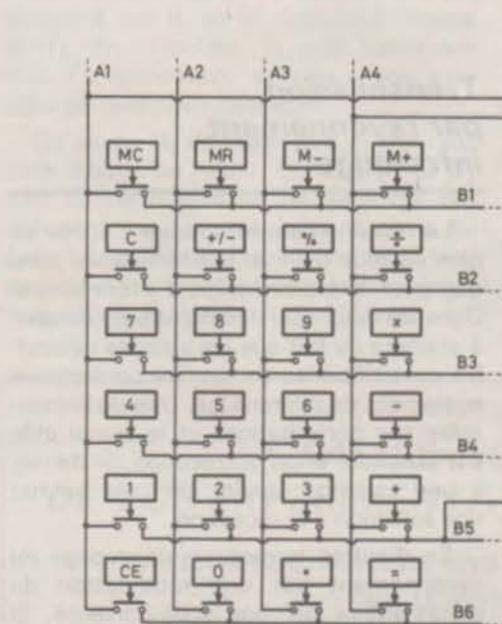
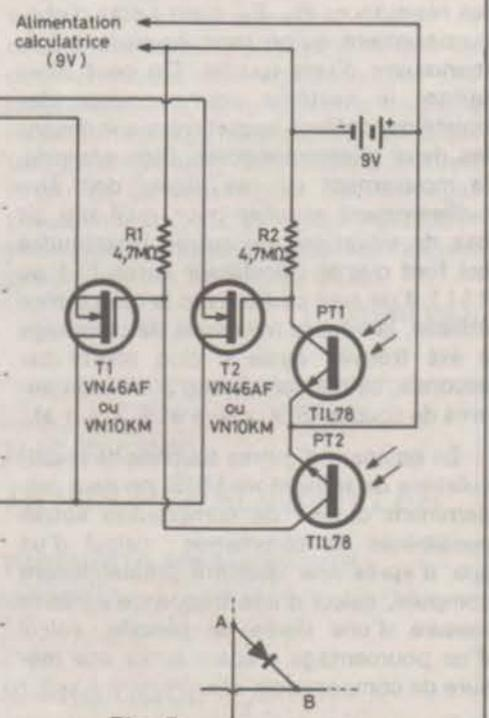

Fig. 8.
Fig. 9.
**figure 8.** Ce circuit se trouve relié au reste de la calculatrice par 10 fils, soit 4 fils de colonnes, A1 à A4, et 6 fils de lignes, B1 à B6.
Il n'est pas toujours facile de suivre les liaisons sur la platine des touches, mais on peut se rendre compte de l'identité des connexions à l'entrée de cette platine, quand on observe les résultats qui sont consécutifs à une liaison, par un morceau de fil, entre deux de ces connexions. Par exemple, on relie une connexion qu'on suppose du type « colonne » à une qui semble appartenir au groupe des « lignes ». et on voit que le chiffre « 5 » entre en affichage. On sait alors qu'on a relié A2 avec B4. En continuant ainsi, on arrive peu à peu à identifier toutes les connexions, même si elles sont plus nombreuses ou disposées autrement que dans la figure 8.
Le schéma de la figure 8 montre que deux transistors MOS se trouvent connectés respectivement sur les touches « 1 » et « + ». Il est facile de deviner qu'il s'agit d'une application du type comptage. Dans les circuits de gate de T1 et T2, on trouve deux phototransistors, PT1 et PT2, et qui sont montés de façon que l'éclairage de l'un de ces phototransistors soit équivalent à la manœuvre de la touche correspondante.
au transistor MOS, il paraît plus important de signaler qu'une calculatrice alimentée sous 9 V, comme celle de la figure 8, s'y trouve particulièrement bien adaptée. Cela n'empêche qu'un fonctionnement avec deux sources d'alimentation est également possible, une de 3 V, par exemple, pour la calculatrice, et une de 6 ou 9 V pour le circuit de commande des transistors. Comme c'est le négatif qui doit être commun aux deux sources, on peut obtenir, par exemple, 9 V pour le circuit de commande en ajoutant 6 V aux 3 V de la calculatrice.
Dans la figure 8, T1 et T2 se trouvent connectés avec leurs sources sur des fils « colonne » (A), et avec leurs drains sur des fils « ligne » (B). Dans le cas de la calculatrice utilisée, le sens contraire n'était pas possible, car il y avait alors conduction permanente par la diode de substrat. Bien entendu, il n'en sera pas nécessairement ainsi pour toute calculatrice du commerce. Pour s'en rendre compte, il suffit de connecter brièvement une diode (1 N 4148 ou similaire) entre un fil « colonne » et un fil « ligne », par exemple entre A3 et B3, ce qui correspond au chiffre 9 dans la figure 8. Si cette diode se trouve connectée comme cela est indiqué dans la figure 9, deux hypothèses sont possibles : Ou elle est sans effet, et alors on peut utiliser le montage de la figure 8 sans modification, ou on constate que le fait de la connecter et de la déconnecter fait entrer un chiffre dans l'affichage, et alors il suffit d'intervir, dans la figure 8, les connexions « drain » et « source » des deux transistors MOS.